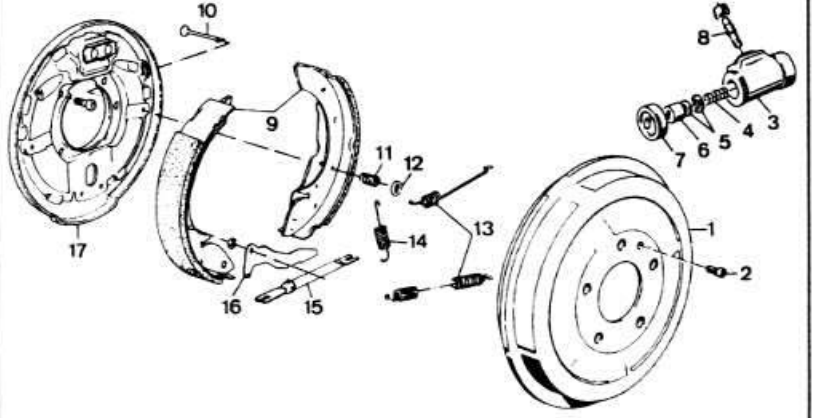

Рис. 13-10. Детали барабанного тормозного механизма заднего колеса:
- Ослабить трос привода стояночной тормозной системы (рис. 13-10).